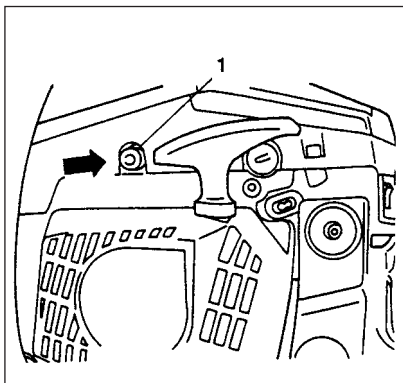

Fig. 2-2B
- * Trykk på dekompresjonsventilen (1) (hvis slik utstyrt. Denne ventilen tilbakeholdes når motoren starter). (Fig. 2-2B)